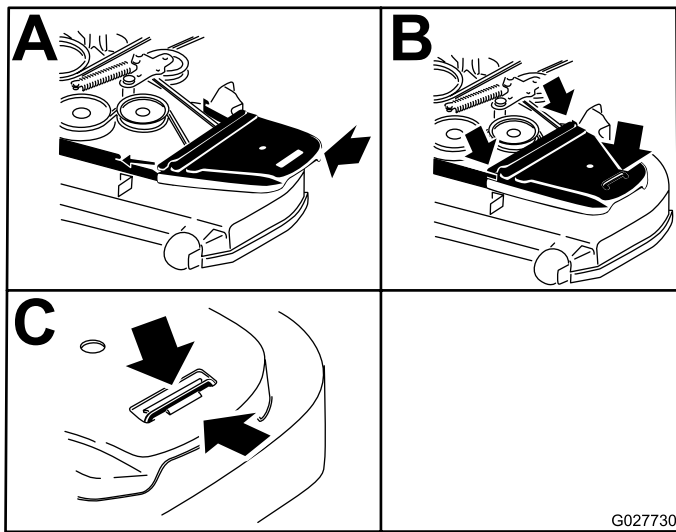

Figura 94
12. Instale las cubiertas de la correa (Figura 94).